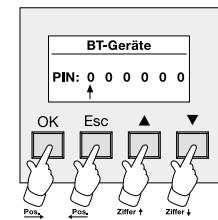

Bild 5:
4. An dieser Stelle ist es möglich, dass der Bediener dazu aufgefordert wird, eine PIN einzugeben (Bild 5). Die 6-stellige Identifikationsnummer kann das Gerät auf Benutzerebene vor unbefugtem Fremdzugriff schützen.
4. An dieser Stelle ist es möglich, dass der Bediener dazu aufgefordert wird, eine PIN einzugeben (Bild 5). Die 6-stellige Identifikationsnummer kann das Gerät auf Benutzerebene vor unbefugtem Fremdzugriff schützen. Die Aktivierung der PIN erfolgt während der Parametrierung des Bluetooth Gateways im ETS-Plugin. Im Parameterzweig "Bluetooth Gateway" kann die "PIN 1 für Geräteverwaltung" freigeschaltet und festgelegt werden. Wenn die PIN 1 nicht freigeschaltet ist, wird an dieser Stelle keine PIN-Eingabe gefordert (direkt weiter mit Schritt 5). Der Pfeil zeigt die Ziffernposition an, die mit den beiden rechten Pfeiltasten (Δ / ∇) geändert werden kann (0 ... 9). Mit der "OK"-Taste wird die aktuelle Ziffer bestätigt und zur nächsten Ziffer gesprungen. Beim Betätigen der Taste "ESC" kann wieder eine Ziffer zurück gegangen werden.